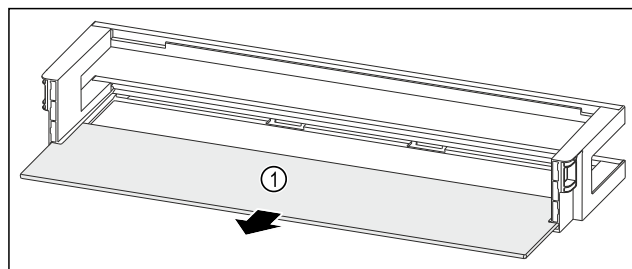

Fig. 56 Rafti i derës me raft mbajtës
- Hiqni raftin mbajtës Fig. 56 (1).